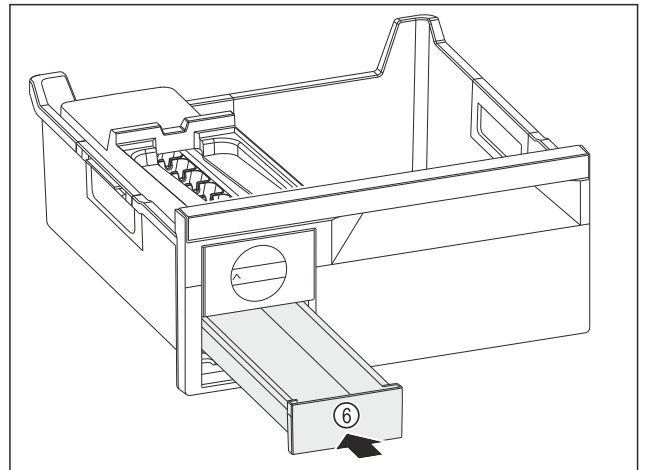

Fig. 150
- ▶ Ijsblokjesvak Fig. 150 (6) inschuiven.